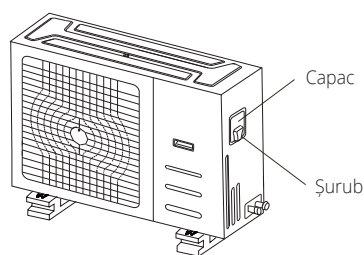

Fig. 8.1
2. Îndepărtați capacul electric al unității exterioare. Dacă nu există un capac pe unitatea de exterior, scoateți șuruburile plăcii de întreținere și îndepărtați placa de protecție. (A se vedea Fig. 8.1, 8.2)